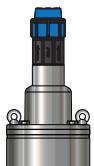

Рисунок 3
2. Установите обратный клапан на выходе из насоса (рисунок 3). Обратный клапан* поддерживает давление в трубопроводе, препятствуя сливу воды в источник.